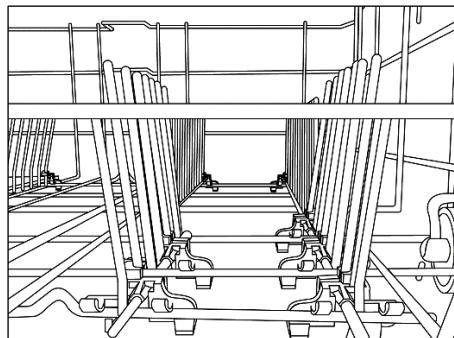
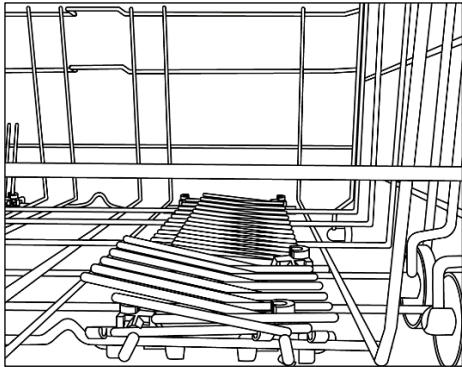

Abb. 2
Abb. 3
- Der Geschirrspüler wird mit einem Zulaufschlauch mit 3/4" Gewindering geliefert (Abb. 2).
• WATERBLOCK (Abb. 3)
- Setzen Sie ihn dann langsam in der richtigen Position ein (Abb. 2).
ANMERKUNG: HEBEN ODER SENKEN SIE DEN KORB NIEMALS EINSEITIG (Abb. 3).
Klappbare Ablagen (nur bei einigen Modellen). Klappbare Ablagen (Abb. 2 und Abb. 3) können im unteren Korb eingesetzt werden, um die stabile Lagerung des Geschirrs zu gewährleisten. Die Ablagen können angehoben oder abgesenkt werden, um auch nicht standardmäßige Größen und/oder Formen aufzunehmen und so maximale Flexibilität zu bieten.
- Der zentrale Filterkorb ist herausnehmbar, um die Reinigung zu erleichtern (Abb. 2).
- Ziehen Sie schließlich die Siebplatte aus der Bodenwanne heraus wie in der (Abb.3) ersichtlich. Spülen Sie alle Teile gründlich unter fließendem Wasser und reinigen Sie diese eventuell mit einer Bürste.